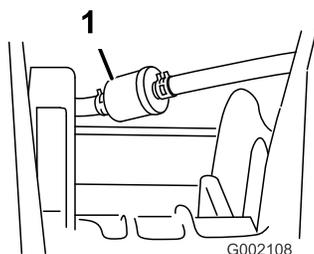

図 36
5. フィルタを燃料ラインに固定しているクランプを外す **図 36**。